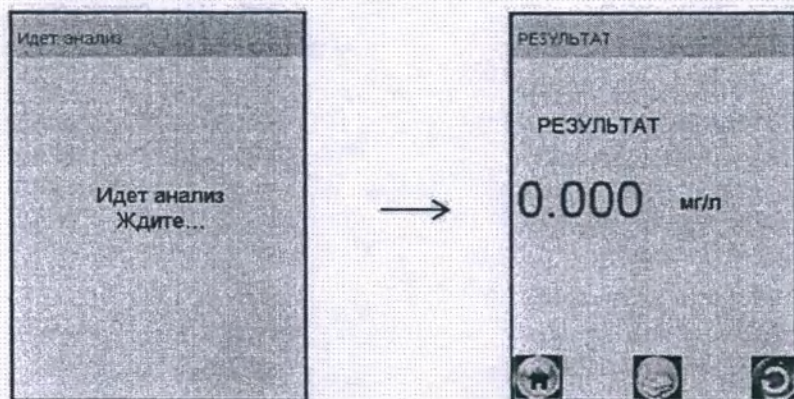

Рисунок 16 – Предъявление результата измерения
2.8.16 После отбора пробы воздуха производится измерение массовой концентрации паров этанола в отобранной пробе, при этом на экране отображается сообщение «Идет анализ Ждите...» (рисунок 16, слева).
После того как анализ пробы произведен, на экране предьявляется результат измерения массовой концентрации паров этанола (алкоголя) в отобранной пробе выдыхаемого воздуха (рисунок 16, справа).